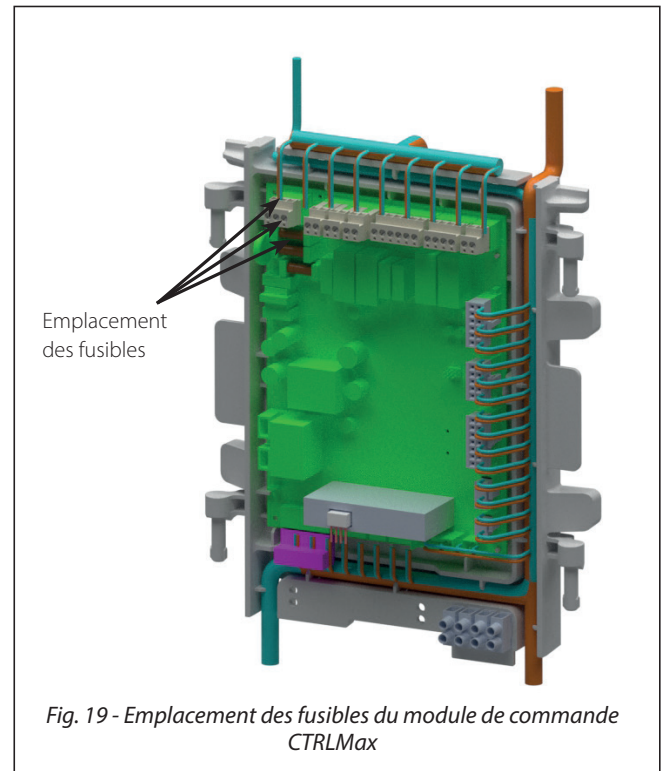

Fig. 19 - Emplacement des fusibles du module de commande CTRLMax
- Le module de commande CTRLMax contient 3 fusibles internes remplaçables de 5 A, comme l'illustre la *Fig. 19 ci-dessous*.